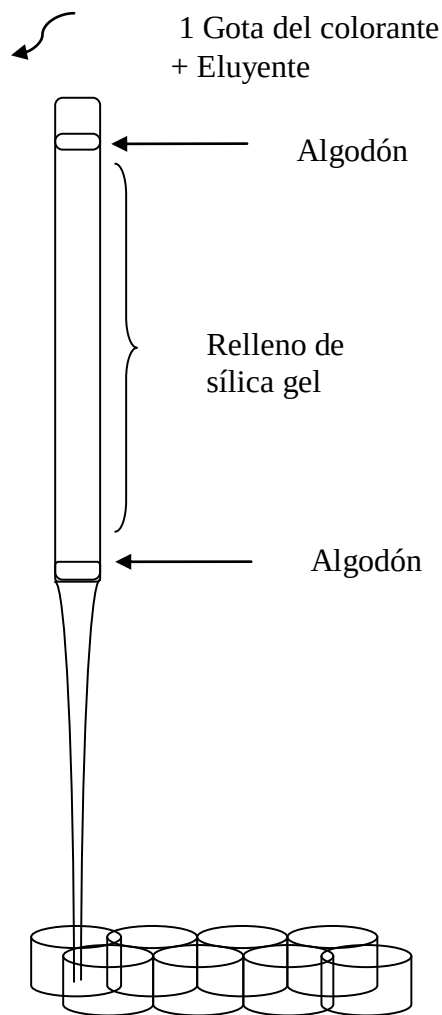

Figura 1.1
- 1.4 Enseguida, ir adicionando en forma gradual hasta la boca de la columna cromatográfica, el eluyente de solución salina; el algodón durante todo el tiempo de corrimiento de la cromatografía debe estar bien húmedo con la solución salina. Ver la figura 1.1